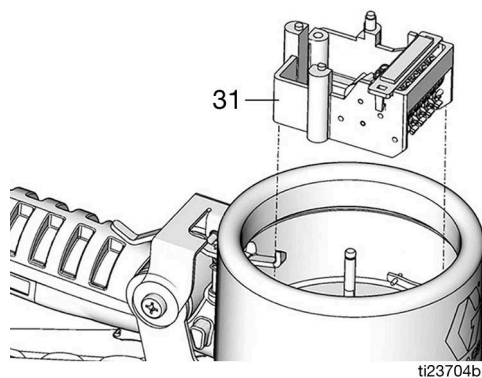

FIG. 30
- Rimuovere l'intero gruppo del contatore (31) (FIG. 30).